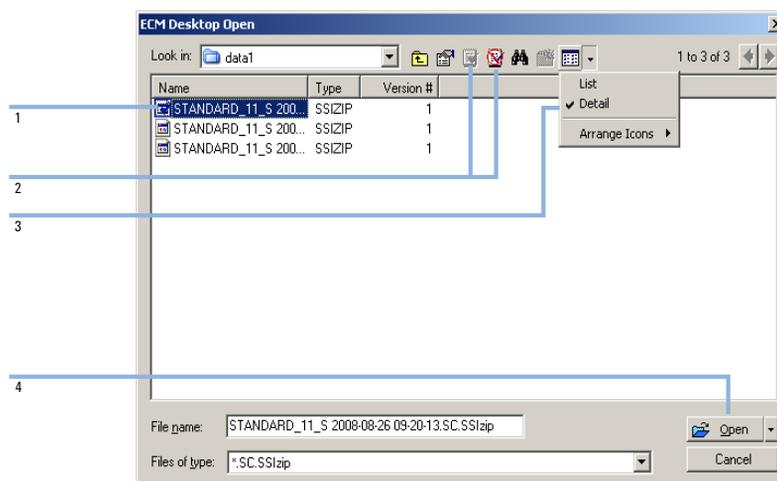
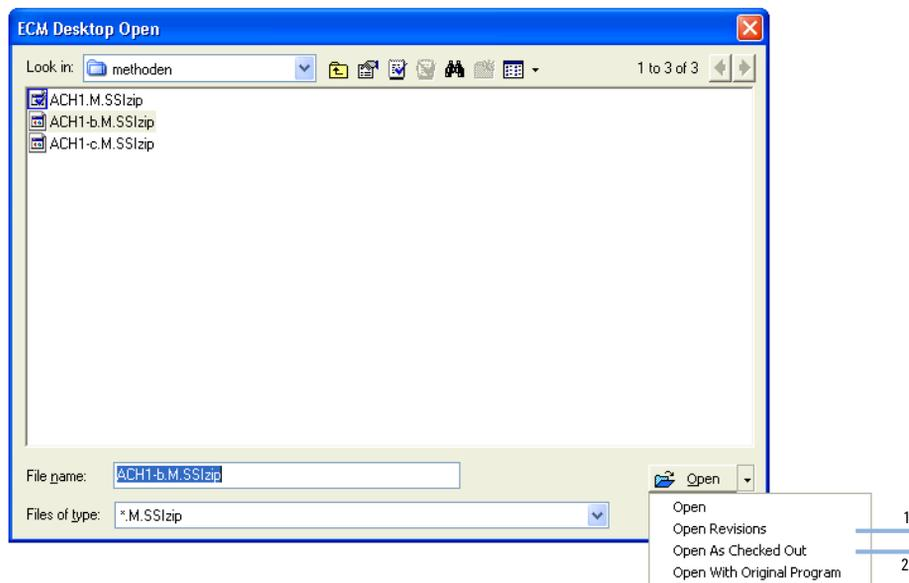
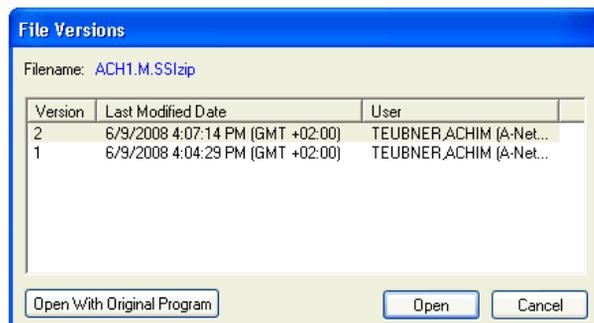

Figure 18 Boîte de dialogue Ouverture de bureau ECM
Figure 19 Commande Ouvrir des révisions
Figure 20 Boîte de dialogue Versions du fichier
Si l'élément a été extrait, il est signalé par une icône bleue ou rouge (reportez-vous à Figure 18, page 78, marqueur 1) :
Pour extraire ou restituer un élément, vous pouvez utiliser les icônes correspondantes disponibles dans la boîte de dialogue **ECM Desktop Open** (reportez-vous à Figure 18, page 78, marqueur 2). Ces icônes permettent uniquement d'extraire la dernière version d'un élément.
Pour afficher des informations supplémentaires sur le type et la version des éléments disponibles, sélectionnez la vue **Détail** (reportez-vous à Figure 18, page 78, marqueur 3). Pour ouvrir une version antérieure d'un élément, sélectionnez la commande **Open Revisions** dans le menu **Open** (reportez-vous à Figure 19, page 79, marqueur 1). Cela permet d'ouvrir la boîte de dialogue **File Versions** qui répertorie toutes les versions disponibles de l'élément (reportez-vous à Figure 20, page 80).
- 3 Sélectionnez **Open** dans l'une ou l'autre des boîtes de dialogue pour télécharger l'élément vers ChemStation. Pour empêcher les autres utilisateurs de modifier l'élément, vous pouvez sélectionner la commande **Open As Checked Out** pour que l'élément apparaisse comme étant extrait d'ECM (voir Figure 19, page 79, marqueur 2).